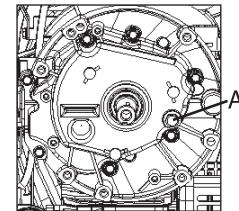

Рис.7.
- Когда двигатель остынет, открутите крышку слива масла А на Рис.7 и слейте масло в подходящее для этого емкость.